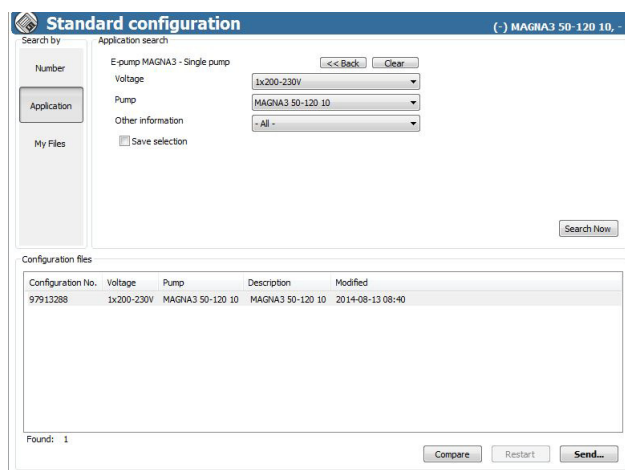

Рис. 29 Отправка файла GSC
15. Нажмите [Search now] (найти), чтобы отобразить файл GSC. Нажмите [Send] (отправить). См. рис. 29.